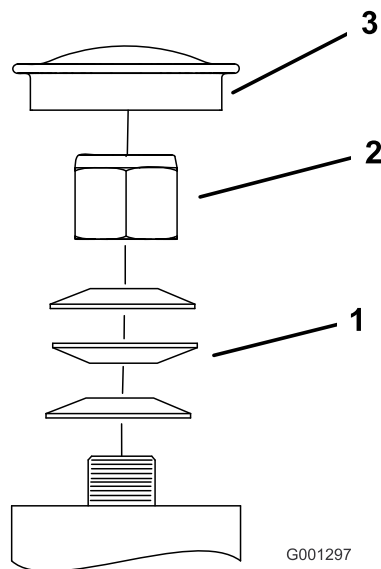

Figura 77
3. Retire el tapón guardapolvo de la rueda giratoria y apriete la contratuerca (**Figura 77**).
4. Apriete la contratuerca hasta que las arandelas de muelle estén planas, luego afloje $\frac{1}{4}$ de vuelta para establecer la pre-carga correcta de los cojinetes (**Figura 77**).
Importante: Asegúrese de que las arandelas de muelle están correctamente instaladas, según se muestra en **Figura 77**.
5. Coloque el tapón anti-polvo (**Figura 77**).